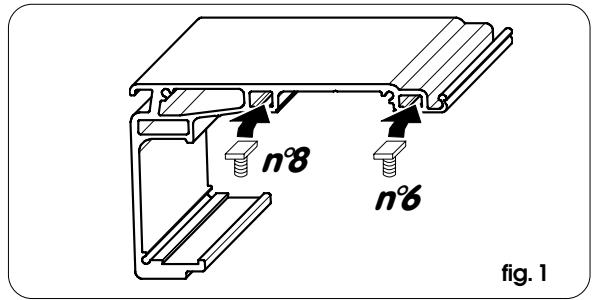

fig. 1
**Alvorens de dwarsbalk vast te zetten moeten de trekschroeven M6 worden vastgezet zoals op fig. 1.**